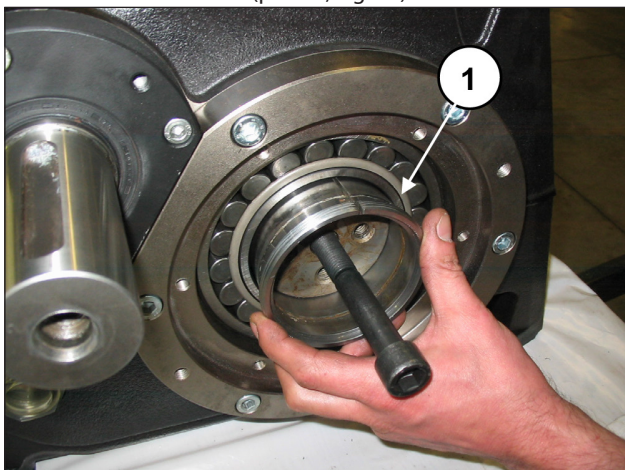

Fig. 76
Insira parcialmente as duas bússolas de pressão, mantendo o mecanismo de percussão elevado, mediante o pino M16 anteriormente montado (pos. ①, Fig. 76).